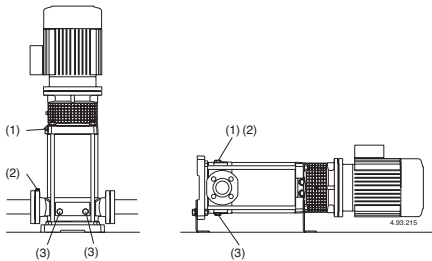

Fig. 4 (1) Riempimento e sfiato
Con la **pompa sopra il livello dell'acqua** da sollevare (funzionamento in aspirazione, **fig. 3A**) o con un battente insufficiente (inferiore a 1 m) per aprire la valvola di non ritorno, riempire il tubo aspirante e la pompa attraverso l'apposito foro (1) (**fig. 4**).
Con il **livello dell'acqua in aspirazione sopra la pompa** (funzionamento sotto battente, **fig. 3B**) riempire la pompa aprendo lentamente e completamente la saracinesca nel tubo di arrivo, tenendo aperta la saracinesca in mandata ed i fori di sfiato (**fig. 4**) per fare uscire l'aria.
Chiudere i fori di sfiato (**fig. 4**), per le pompe MXV-B, MXV(L) 25-32-40 e MXV(L)4 25-32-40 serrare la vite a spillo (14.17) nel tappo di scarico (14.12) (**fig. 4b**) e chiudere il foro di sfiato (14.04).
Se si verifica una perdita di adescamento (interruzione del flusso di mandata, nonostante le saracinesche siano aperte) o se si nota una oscillazione della pressione indicata dal manometro, ripetere lo sfiato del lato aspirazione, verificare che tutte le giunzioni del tubo aspirante siano a perfetta tenuta e serrare il tappo di sfiato ed i tappi di scarico sul lato aspirazione (**fig. 4**).
Possibilmente, come nel caso di impieghi temporanei con liquidi sporchi, fare funzionare brevemente la pompa con acqua pulita per rimuovere i depositi. Oppure, dopo lo svuotamento, eseguire un lavaggio immettendo acqua pulita (almeno 40 litri) nel foro di riempimento (1) lato mandata e lasciandola uscire dal foro di scarico (3) lato aspirazione (**fig. 4**).
Prima dello smontaggio scollegare il cavo dalla scatola morsetti, chiudere le saracinesche in aspirazione e mandata e svuotare il corpo pompa (**fig. 4**).